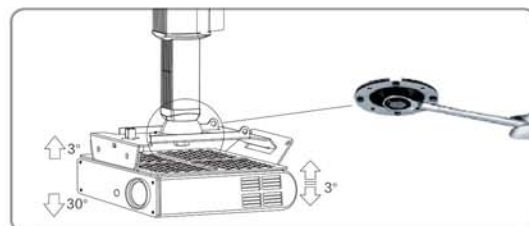

Figure 11
C. Positioneer de projector uit en fixeer deze met de schroef (6) met behulp van de montagesleutel (Fig. 11)
2. Nadat u de projector uitgericht heeft, trekt u de schroeven van het kogelgewricht vast! (Fig.11)